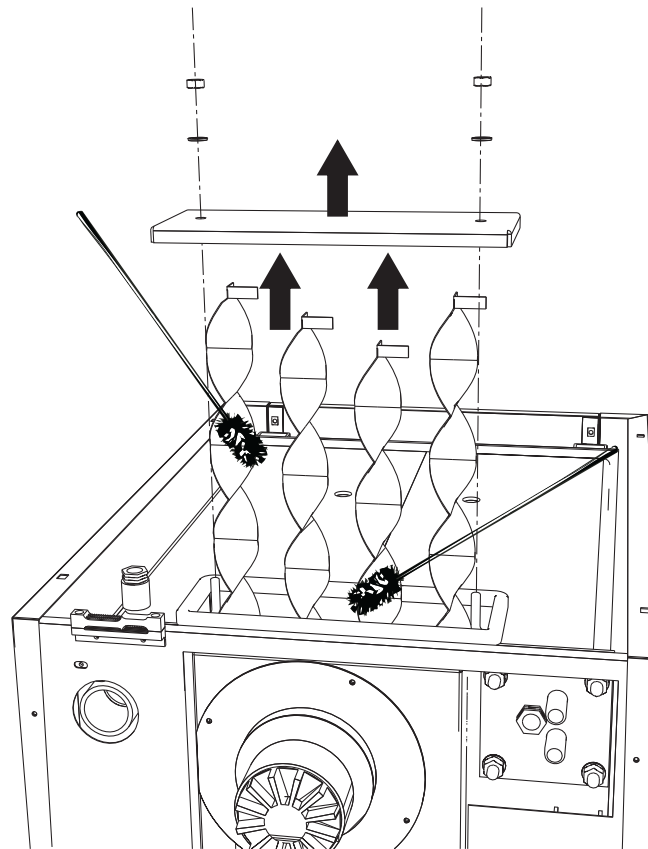

fig. 6 - Nettoyage passages fumée
- Ouvrir la porte d'inspection située dans la partie arrière de la chaudière (voir fig. 6).